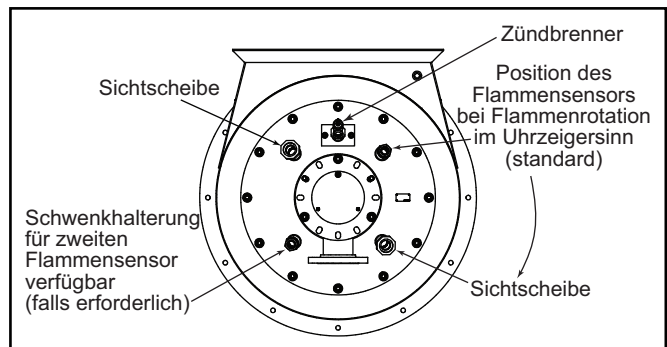

Abbildung 3.4. Halterung des Flammensensors & Lage der Sichtscheiben
- Bei Gas, Leichtöl oder Schweröl mit Luftzerstäubung einen UV-Scanner in einem der beiden Montageöffnungen nahe des Pilotbrenners einsetzen, damit Pilot- und Hauptflamme erkannt werden können. An den beiden übrigen Anschlüssen kann je nach Kundenwunsch entweder ein UV-Scanner oder eine Sichtscheibe installiert werden (Siehe Abbildung 3.4).